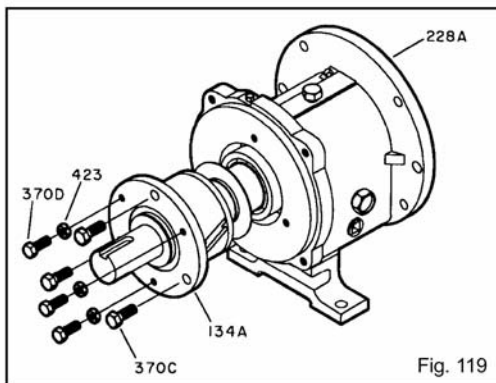

Fig. 119
15. Recubra con aceite todas las superficies internas del soporte de los rodamientos (228).
16. Instale el conjunto del eje en el soporte (228A). Inspeccione el eje para asegurar que gire libremente (Fig. 119).
18. Instale los pernos de levantamiento (370D) con contratuercas (423) en la caja (134A). Apriételos con los dedos.